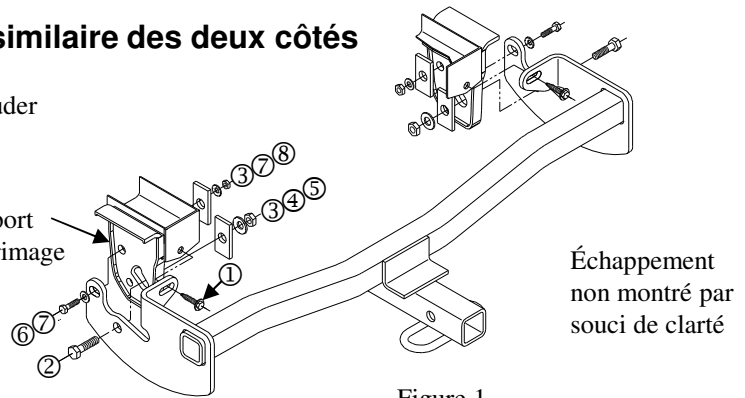

Figure 1.
5. Installer la visserie comme illustré ci-dessus. Voir figure 1.